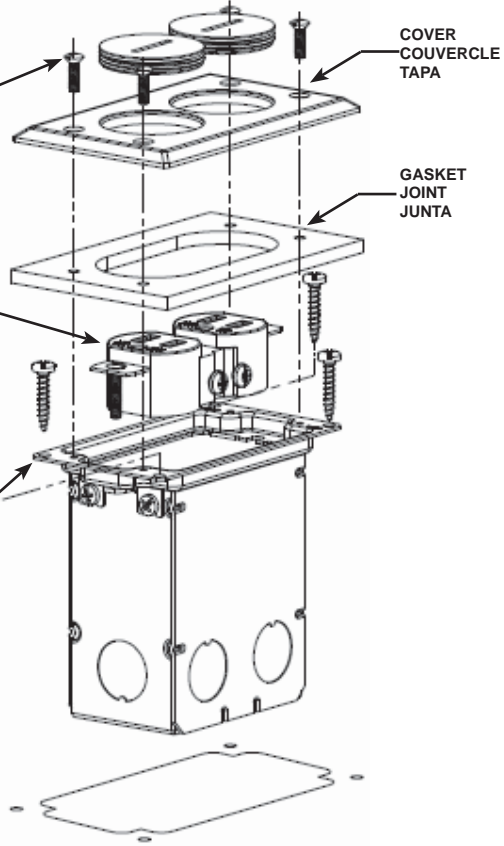

Fig. 2
3. Install receptacle. See Fig. 2.
3. Installer la prise de courant. Consulter la Fig. 2.
3. Instalar el tomacorriente. Ver la Fig. 2.